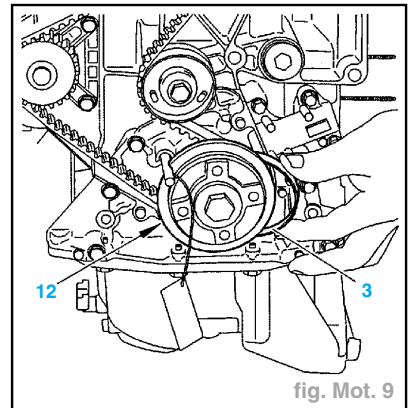

fig. Mot. 9
- Replacer la courroie de distribution (10) sur le pignon de vilebrequin (12).
- Maintenir la courroie de distribution (10) à l'aide de l'épingle (3) (réf. Citroën 0189 K) (fig. Mot. 9).